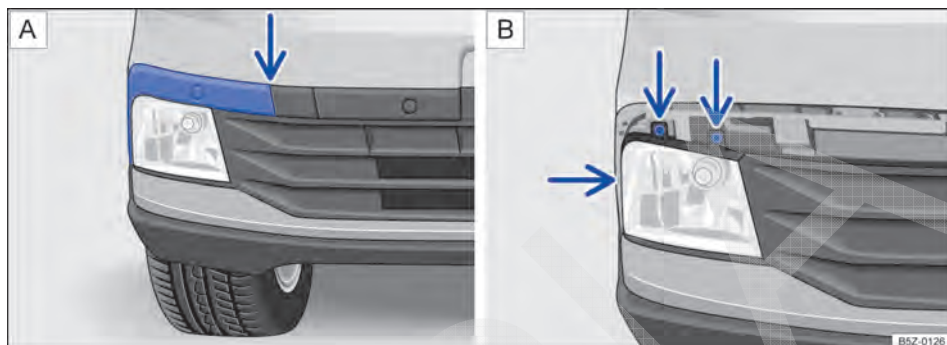

Fig. 174 No para-choque dianteiro: (A) desinstalar a moldura do farol de neblina e (B) retirar os parafusos do farol de neblina.
Desencaixar a moldura, cuidadosamente → ⌚, primeiramente pelo local indicado pela seta → Fig. 174 A. Remover completamente para acessar os parafusos do farol de neblina.
4. Retirar os parafusos indicados pelas setas → Fig. 174 B.
14. Recolocar os parafusos indicados pelas setas → Fig. 174 B para fixar o farol de neblina.
15. Recolocar a moldura da esquerda para a direita → Fig. 174 A.